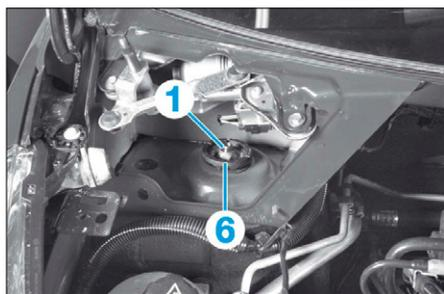

FIG. 10
- Débiter l'écrou (1) (Fig.10).
- l'écrou (1) (Fig.10),
- la coupelle (6),